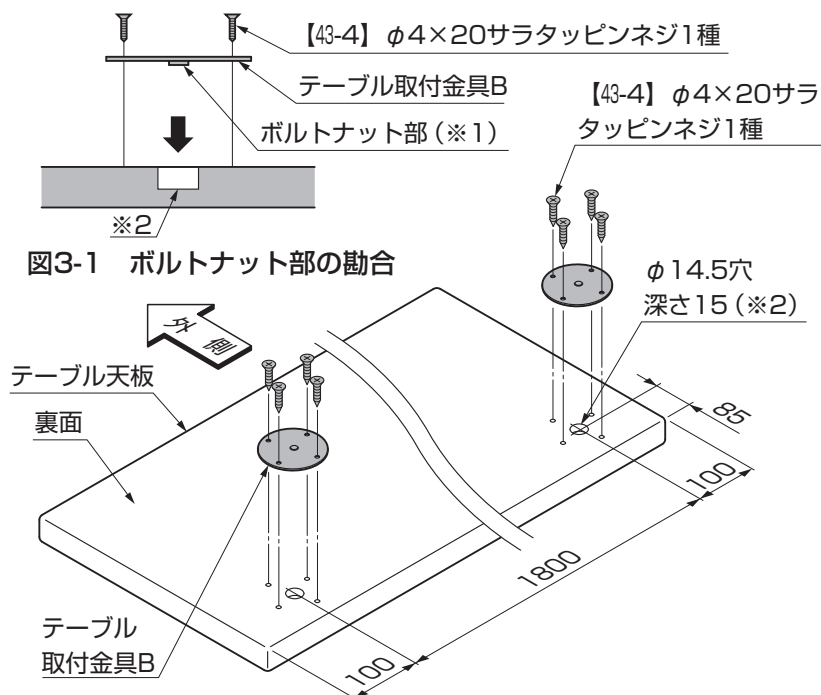

図3-1 ボルトナット部の勘合
- ①内装用枠材Aに内装用枠材B、内装用枠材Cを突き当てて、内装用枠材固定金具の穴位置でφ3.5の穴(※2)をあけてください。(図3-1、図3-2参照)
- 内装用枠材Bは内装用枠材Aの端面に合わせて取付けてください。(図3-1参照)